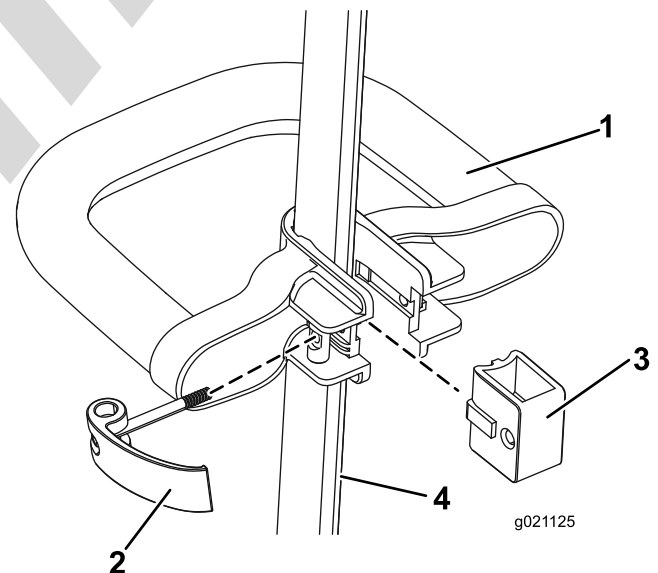

Figura 5
1. Coloque la empuñadura auxiliar sobre el mango de la desbrozadora con la superficie lisa hacia el operador (Figura 5).
2. Introduzca la pieza de refuerzo en la empuñadura auxiliar de manera que el refuerzo encaje en la ranura del mango (Figura 5).
3. Pase el pestillo desde la izquierda por la empuñadura y la pieza de refuerzo, según se indica en Figura 5, y apriete el tornillo del pestillo con un destornillador de punta Phillips.